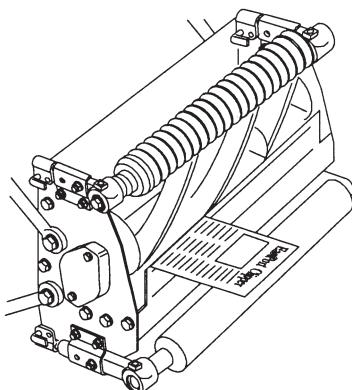

Figura 4
2. Impostate l'apparato di taglio come riportato nella Figura 4. Non appoggiate l'apparato di taglio sulla manopola di regolazione della controllama, perché modifichereste il gioco fra cilindro e controllama. Inserite un blocco di legno sotto il tubo tondo trasversale, per sostenere la manopola di regolazione in superficie.